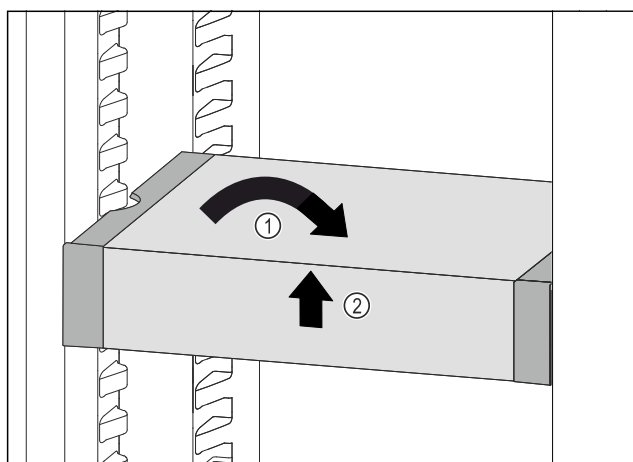

Fig. 120
- Poziționați drept VarioSafe. Fig. 120 (1)
- Ridicați în față VarioSafe. Fig. 120 (2)